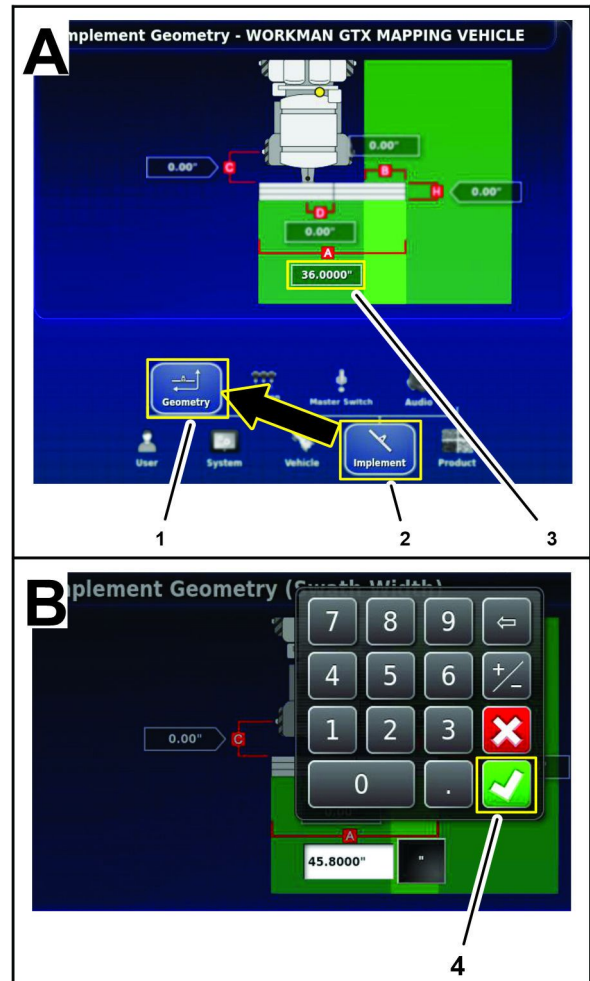

Рисунок 195
1. Нажмите на значок НАВЕСНОГО ОРУДИЯ и на значок ГЕОМЕТРИЧЕСКИХ ХАРАКТЕРИСТИК (Рисунок 195).
2. Нажмите на значок габаритной ширины (A), с помощью клавиатуры на экране введите результат измерения, записанный в таблице геометрических характеристик навесного орудия в разделе Измерение геометрических характеристик навесного орудия \(страница 92\), и нажмите на значок подтверждения (Рисунок 195).